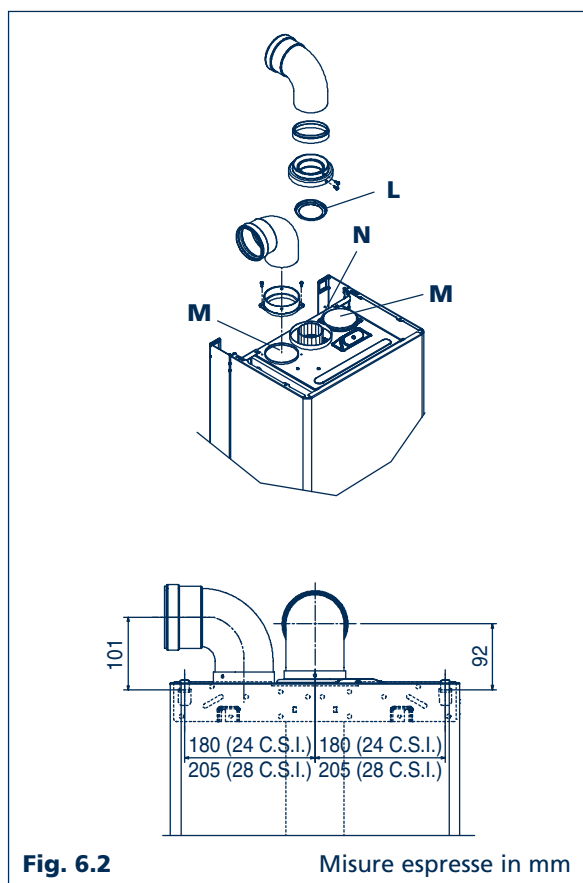

Fig. 6.2
Il condotto di scarico dei prodotti della combustione (N) è indicato in fig. 6.2. Il condotto di aspirazione dell'aria comburente può essere collegato all'ingresso (M) dopo aver rimosso il tappo di chiusura fissato con delle viti.